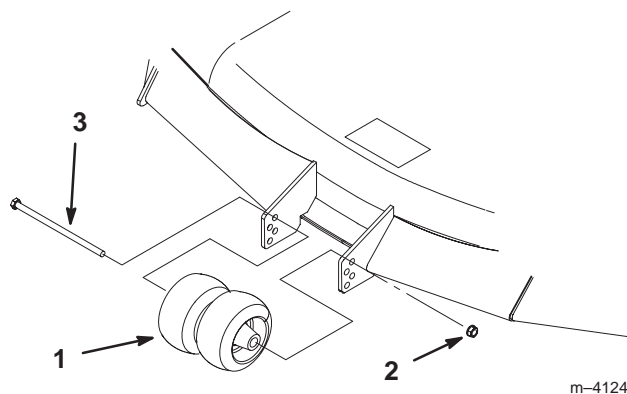

Figure 18
3. Lorsque la hauteur de coupe est réglée, enlevez le boulon et l'écrou (Fig. 18).
4. Choisissez le trou pour que la roue de jauge se trouve le plus près possible de la hauteur de coupe correspondante voulue (Fig. 18).
5. Remettez le boulon, les galets centraux et l'écrou (Fig. 18).